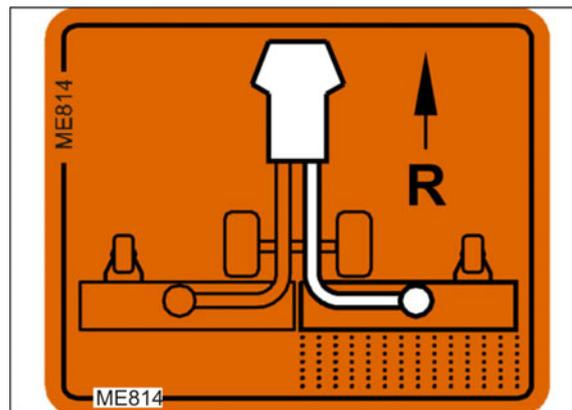

Рис. 197
4. Переместите рычаг влево (Рис. 197/2) и зафиксируйте его: